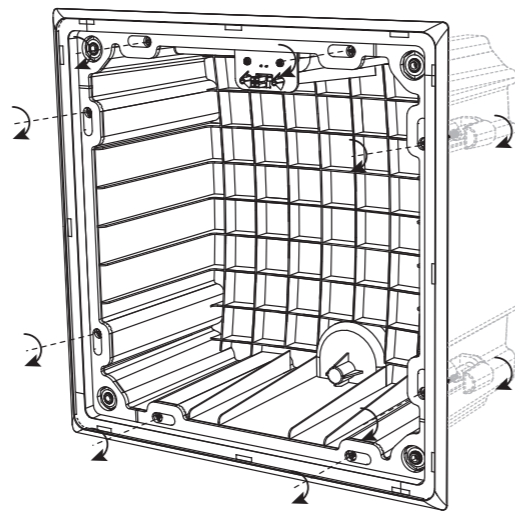

Fig. 18. Tighten the mounting clamp screws (X8)
- Przytrzymać tylną puszkę w suficie, jednocześnie dokręcając śruby mocujące w kierunku zgodnym z ruchem wskazówek zegara (rys. 18). Rób to systematycznie, aż wszystkie osiem zacisków znajdzie się na swoich miejscach, a tył może bezpiecznie przymocować płytę gipsowo-kartonową do sufitu.